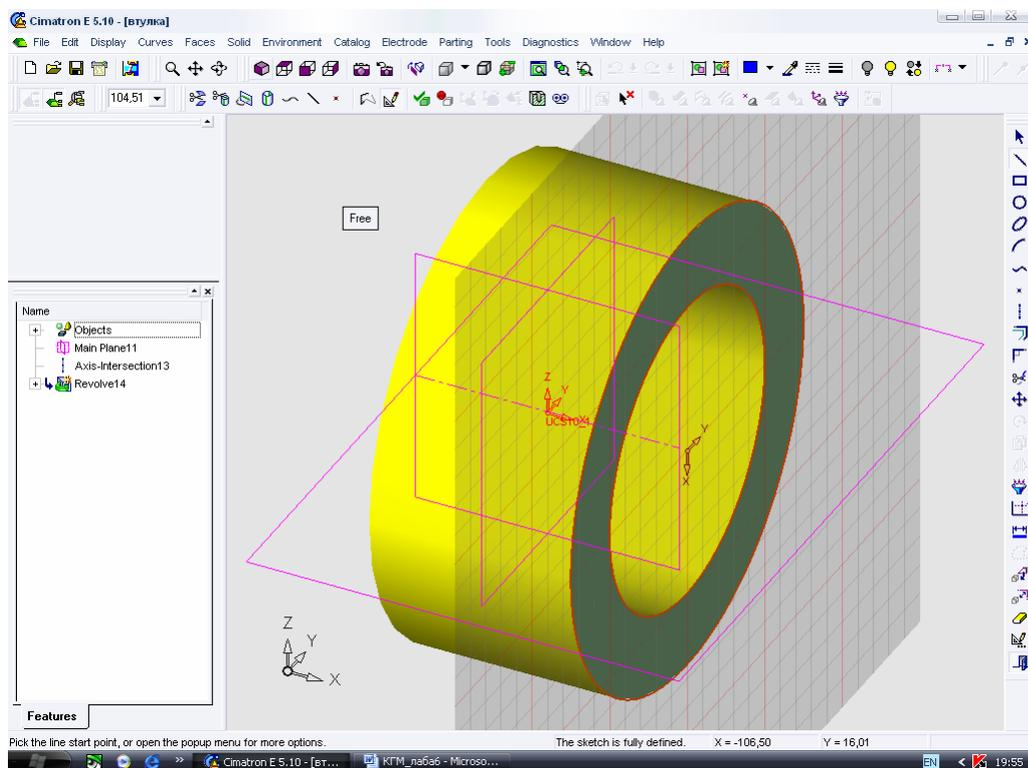

Рисунок 24 - Торцовая плоскость используется для эскизирования
10. Для создания шпоночного паза втулки используем ее торцовую плоскость для построения в ней эскиза шпоночного паза. При входе в Scetcher указываем ее в качестве плоскости эскизирования (рисунок 24).